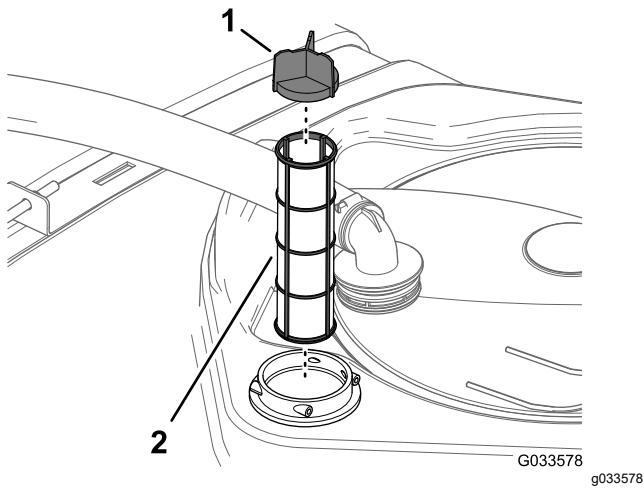

图 105
4. 从药缸内的过滤器外壳中拆除旧的吸入式过滤器 图 105。